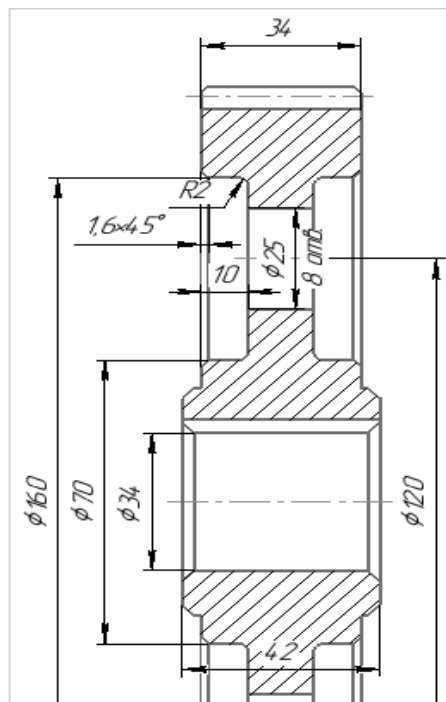

Рис. 14.17. Результат построения кольцевого паза и кольцевых отверстий
8.3. Нажмите кнопку «**ОК**» – чертеж зубчатого колеса представлен на рис. 14.17.